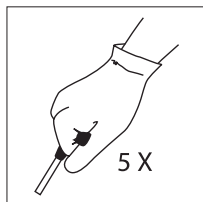

Fig. 15
4. Puxe a corda 5 vezes [Fig. 15, pág. 07].